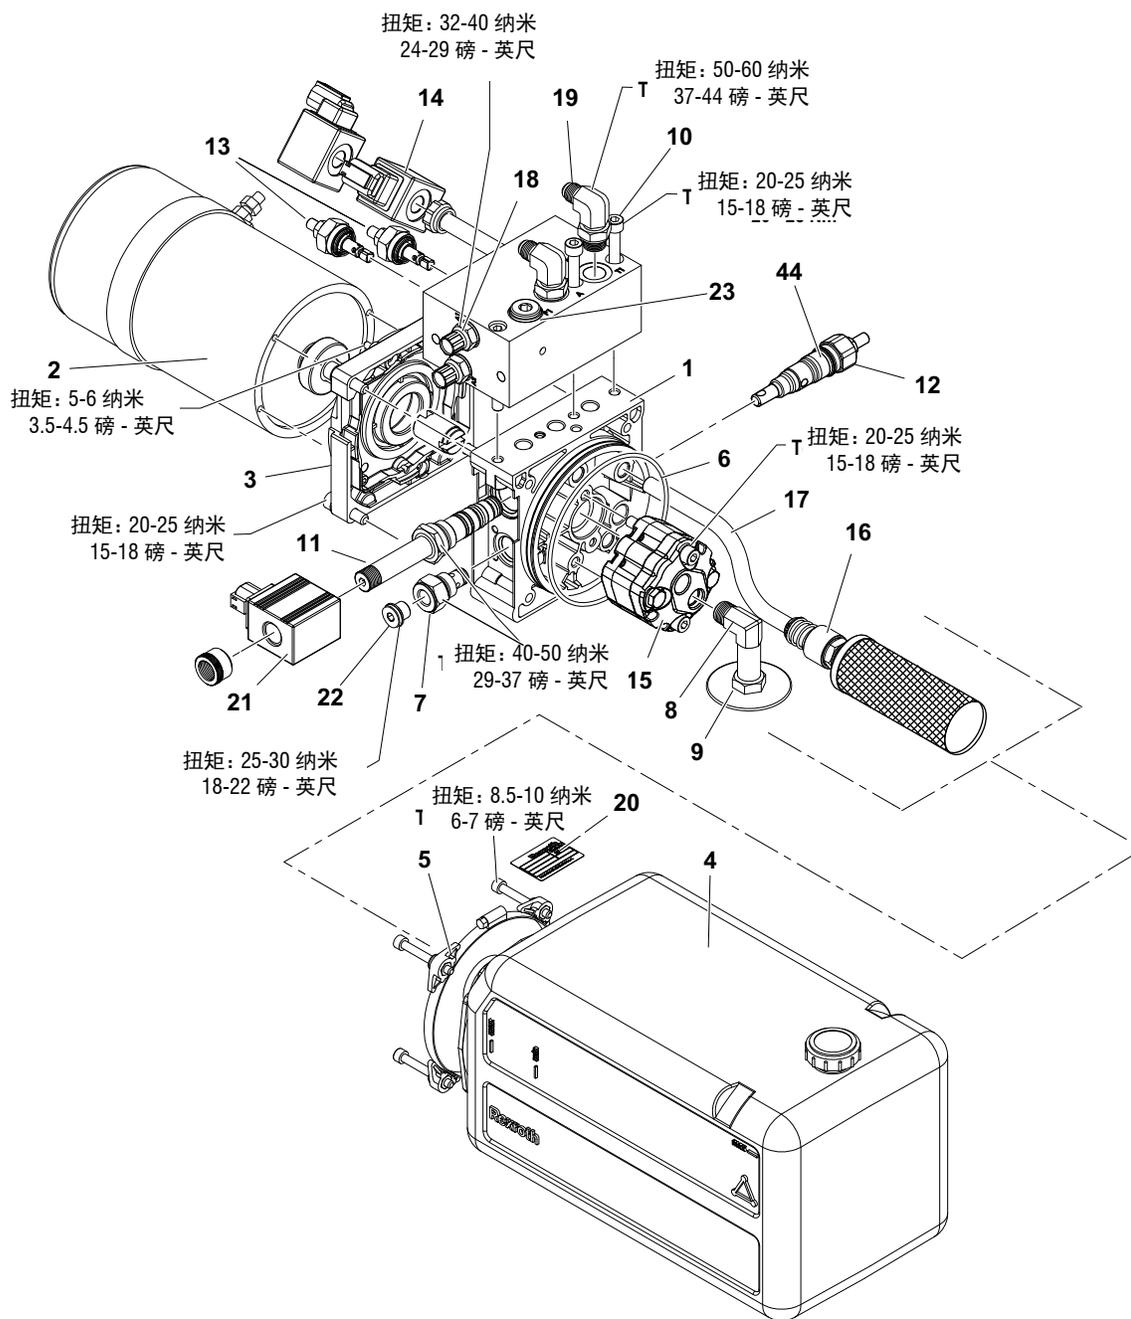

图 4-2. 液压马达、泵和油箱装配 (所有机器)
(请参见图 4-2.)
注意在图 4-2. 中的在阀体上安装的不同紧固件以及阀门的扭矩值。不要上的太紧否则可能发生损伤。
1. 在工作台上，将适配器安装至泵的 M 端口或 P1 端口内（参看图 4-2.）并连接压力计。